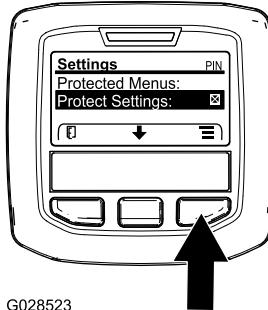

Figura 14
1. A partir do menu PRINCIPAL, utilize o botão central para ir até ao menu de DEFINIÇÕES e prima o botão direito (Figura 14).